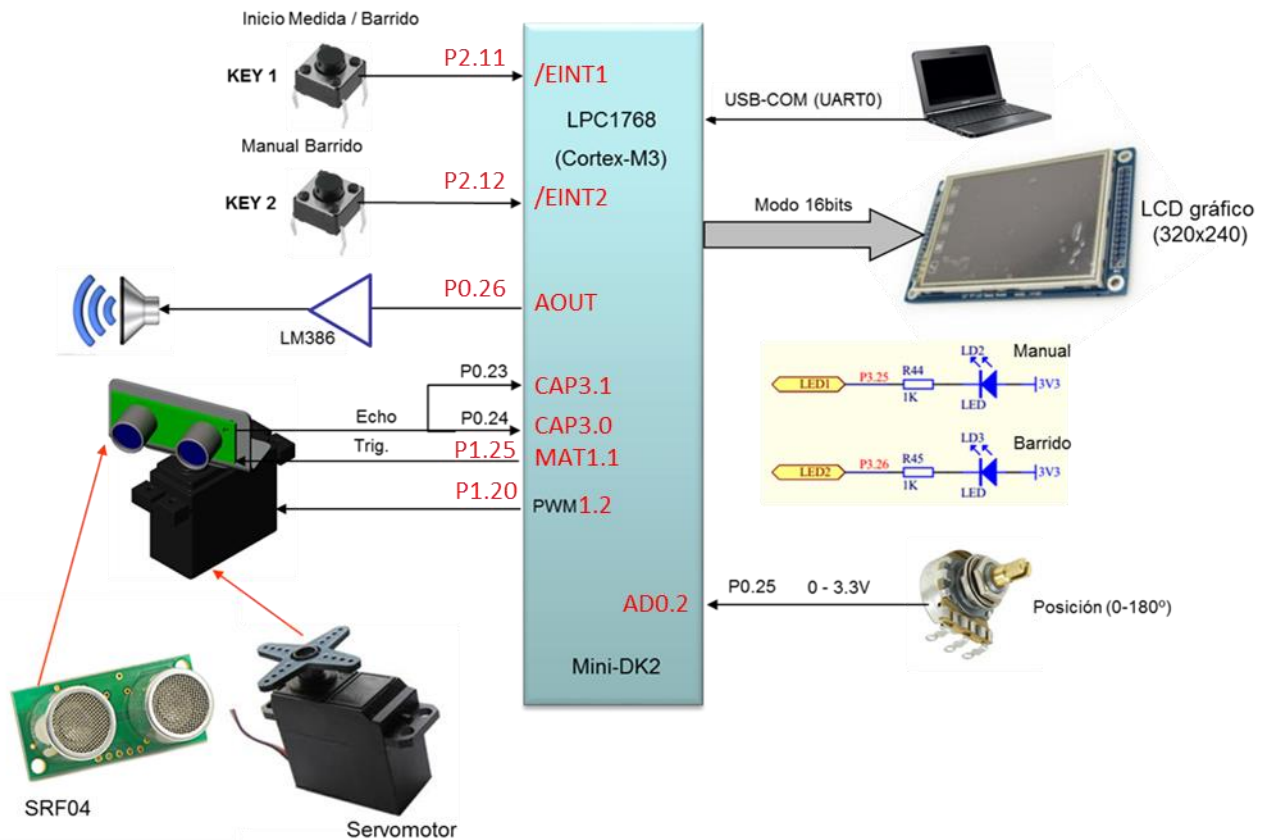

Figura 1. Diagrama de bloques del escáner ultrasónico
Se propone diseñar un SE basado en microcontrolador LPC1768 (Cortex-M3) capaz de realizar medidas de distancia en un plano y sobre un entorno de 180°, con posibilidad de ser controlado de forma manual mediante un potenciómetro o desde un ordenador mediante una interfaz serie asíncrona. El sistema está basado en el sensor de distancia por ultrasonidos SRF04 (ver anexo 1) y en un servomotor. El diagrama de bloques del sistema se representa en la figura 1.
- a) Complete sobre el diagrama de la Figura 1, el pin **Pn.x** (sobre la línea de conexión) y el nombre del recurso utilizado dentro del bloque que representa la Mini-DK2 (ej. **MAT1.0**). (5 pts)